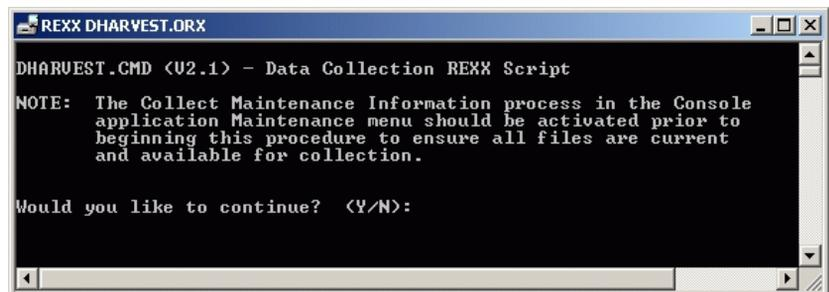

Figure 49 REXX DHARVEST.ORX Window
6. The REXX *DHARVEST.ORX* window displays (Figure 49).